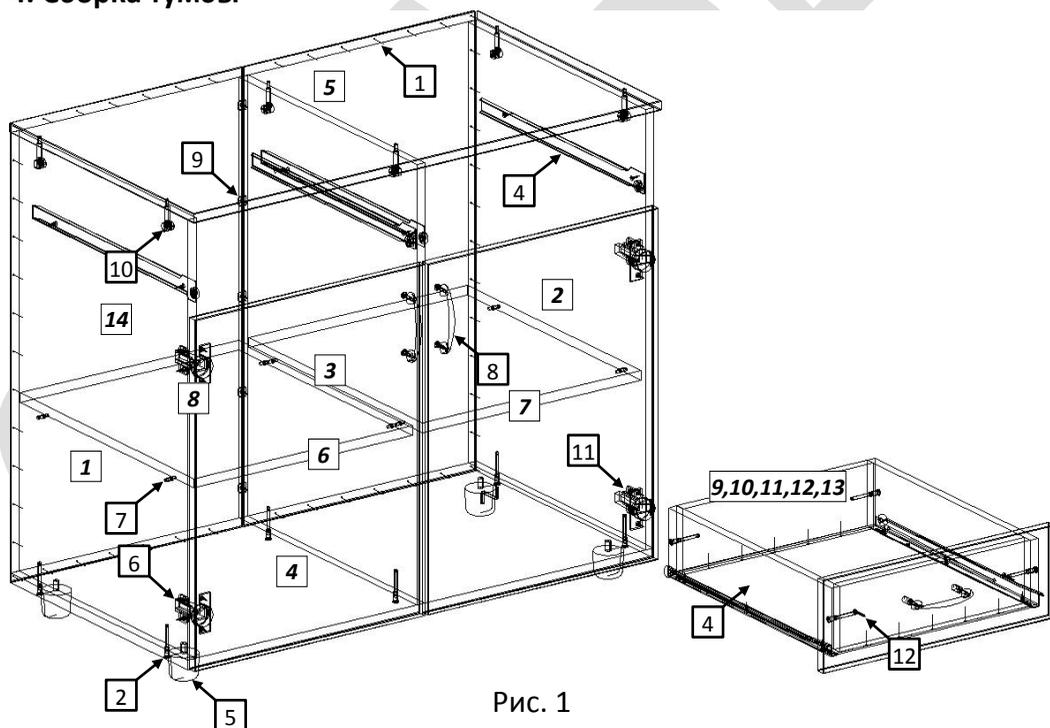

Рис. 1
4.1 Внимательно ознакомьтесь со схемой сборки, изображённой на рис. 1, сверяясь с комплекточной ведомостью на изделие. Согласно позициям на схеме и комплект. ведомости определите расположение деталей в изделии и порядок их сборки. Сборка производится
- 4.3 Евровинтами (2), как показано на рис. 1, соедините вертикал. ст. [1,2,3] с горизонт. нижней стенкой [4]. Установите крышку. Затяжка соединения производится путём поворота эксцентриков до упора в направлении стрелки, выштампованной на корпусе стяжки. Гвоздями (1) закрепите заднюю стенку ДВПО [14]. Для крепления задних стенок к вертикал. сред. стенке [3] используйте скрепки (9) и шурупы (11).